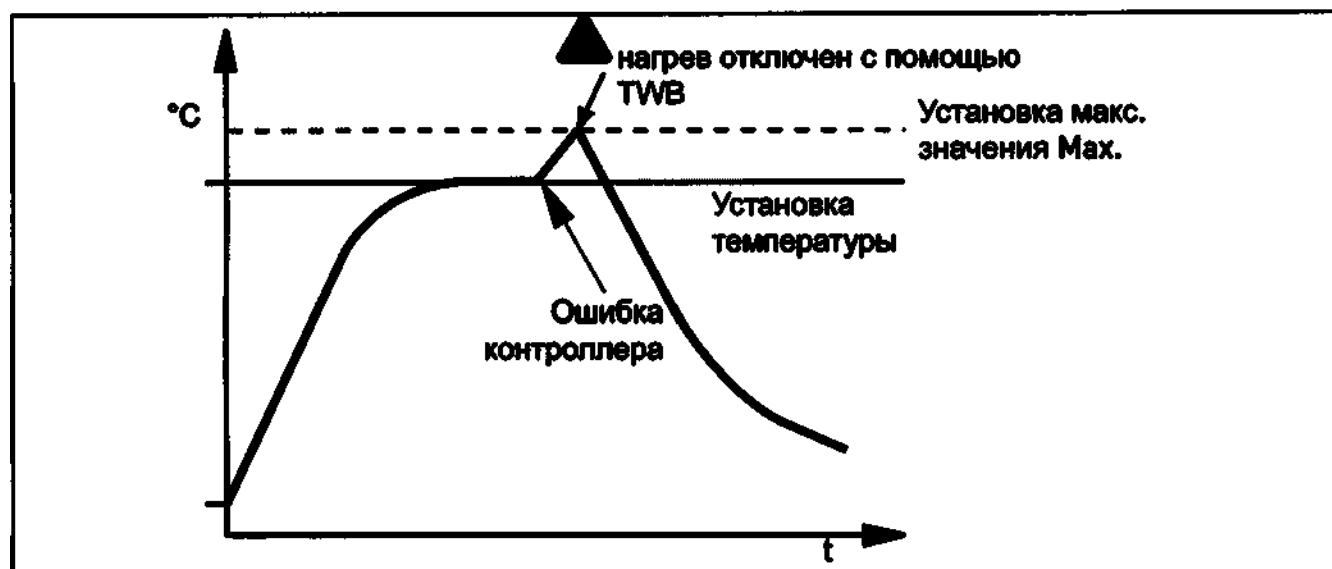

Рис. 20 Схема работы контроля температуры TWB
В случае превышения заданной вручную максимальной контрольной температуры max , TWB отключает нагрев (Рис. 20), и его сброс возможен нажатием кнопки подтверждения.
3. Выключите устройство (Рис. 20).